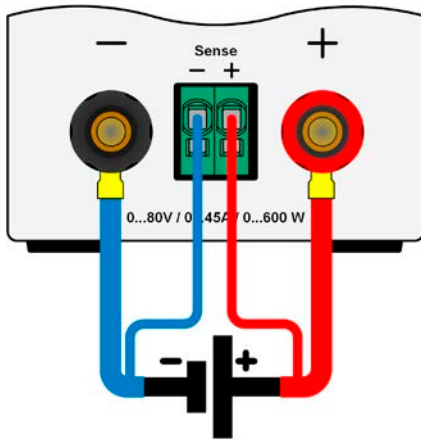

Bild 6 - Prinzip der Fernfühlungsverdrahtung
- Die Fernführung ist nur im Konstantspannungsbetrieb (CV) wirksam und der Fernführungsanschluß sollte möglichst nur solange angeschlossen bleiben, wie CV benutzt wird, weil die Schwingneigung des Systems durch Verbinden der Fernführung generell erhöht wird.
- (+) Sense darf nur am (+) der Quelle und (–) Sense nur am (–) der Quelle angeschlossen werden. Ansonsten könnte die elektronische Last beschädigt werden. Siehe auch Bild 6.